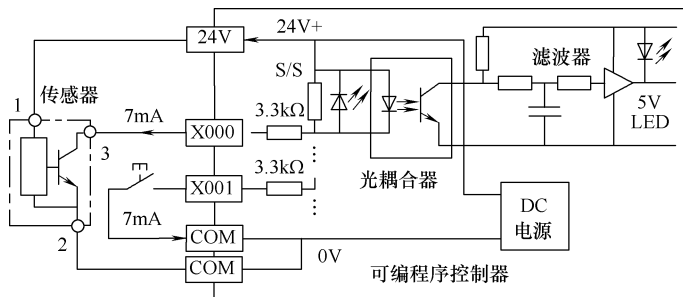

图 1-17 PLC 输入接口电路
**输入接线端子和公共端：**在 PLC 控制系统中，各种按钮、开关和传感器等主令电器直接接到 PLC 输入接线端子和公共端之间。PLC 每个输入接线端子的内部都对应一个输入继电器，形成输入接口电路，如图 1-17 所示。